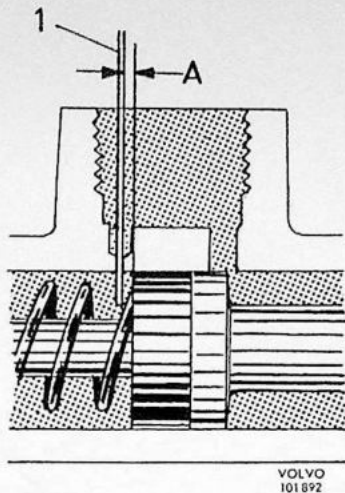

Fig. 5-42. De controle van het compensatiegat
4. Controleer de slag van de zuigers en let erop dat de doorstroomopeningen vrij zijn. Het compensatiegat wordt gecontroleerd door er een zacht koperdraad met een diameter van 0,5 mm (25 S.W.G.) in te steken; zie Fig. 5-42. Als het compensatiegat niet vrij is, is de hoofdremcylinder meestal verkeerd gemonteerd.